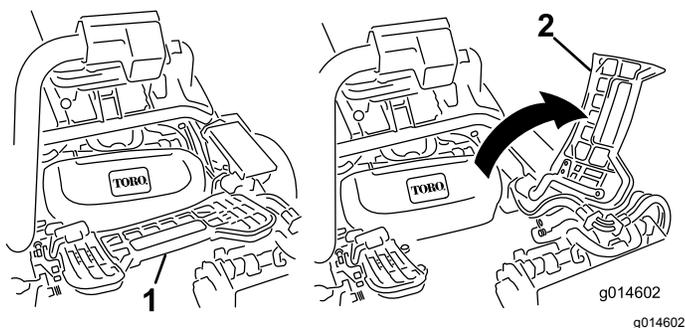

Рисунок 49
2. Поднимите и поверните вверх подножку, открывая доступ к центральному режущему блоку (Рисунок 49).